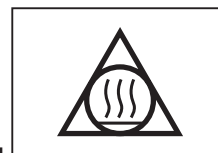

Fig. 3a
- La machine produit de la vapeur dont la température en sortie peut atteindre 130 °C. Evitez le contact direct entre la peau et la vapeur (**Fig.3a**).